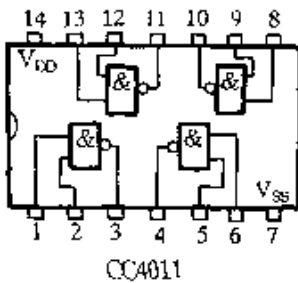

图 2-373
① 图 2-373 所示为四 2 输入端与非门电路 CC4011 引脚功能图。CC4011 内含四个独立的具有 2 个输入端的与非门, V_{DD} 端接 +3~18V 电源电压, V_{SS} 端接地。